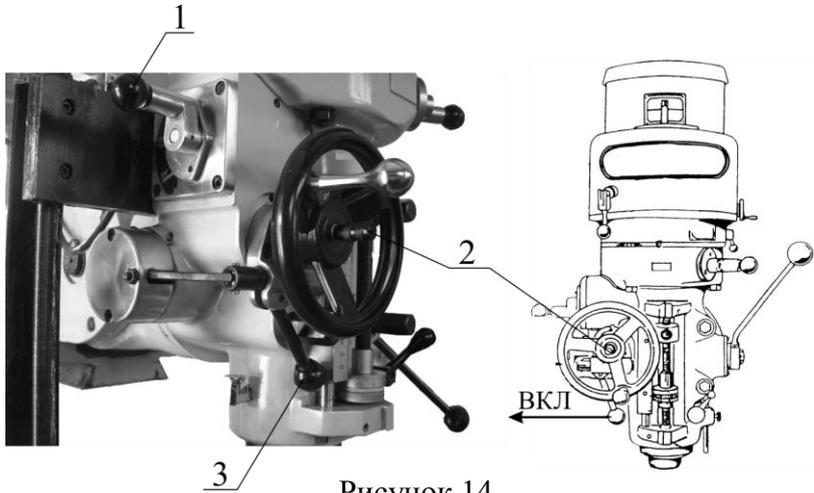

Рисунок 14.
**Механическая подача пиноли шпинделя (рис.14).**